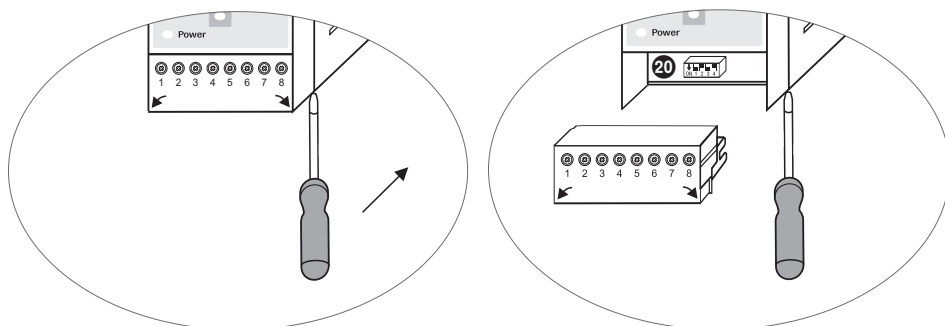

Fig. 14
- Retirer le bornier **inférieur**. **Fig. 14**